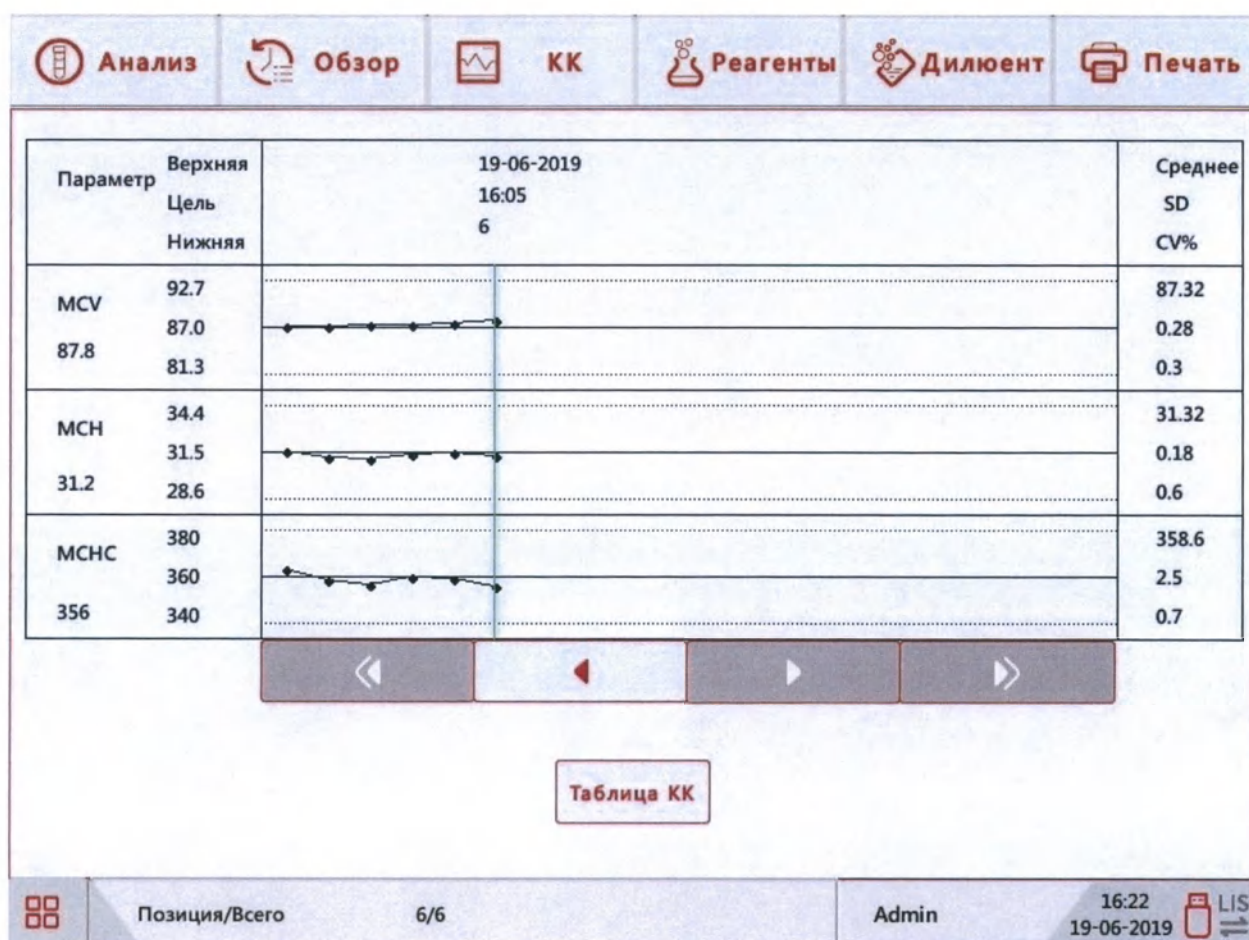

Рис.7.3-5 Экран с графиками X-В контроля качества
- 1) Войдите в пункт контроля качества «КК → X-В КК → График» системного меню анализатора, на экране появятся графики параметров MCV, MCH и MCHC, каждая точка которых рассчитана из выборки в 20 ... 200 проб пациентов (Рис.7.3-5).